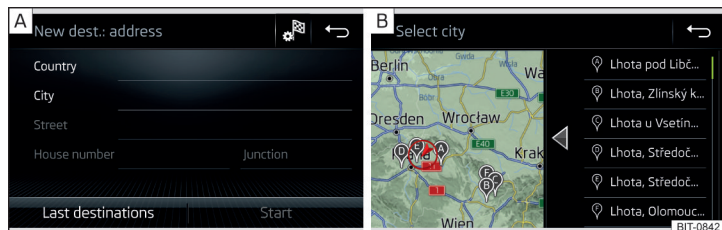

Fig. 218 Introducir destino a través de la dirección: Menú principal / Lista de los lugares seleccionados
- Introducir la dirección de destino y luego confirmar » fig. 218 - **A**.
Dependiendo de la cantidad de los lugares buscados puede visualizarse automáticamente un mapa con una lista de los lugares solicitados » fig. 218 - **B**.